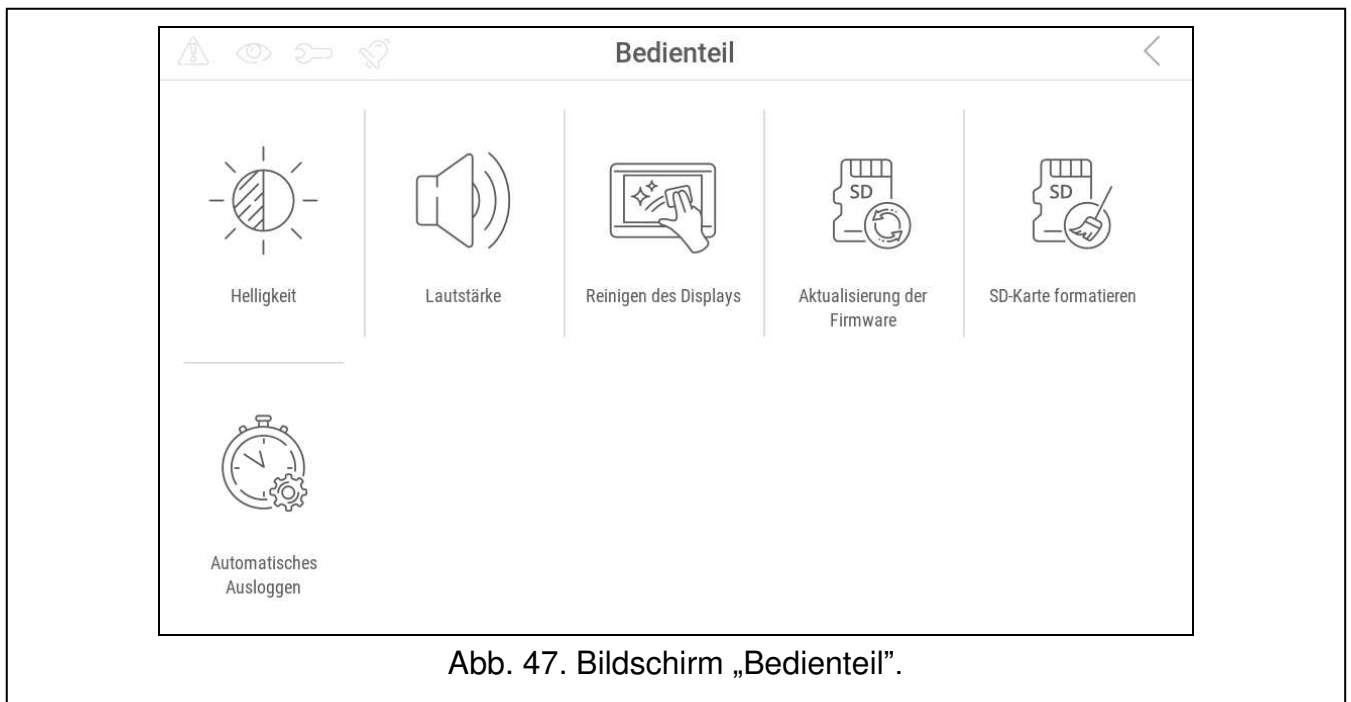

Abb. 47. Bildschirm „Bedienteil“.
6. Tippen Sie auf die Funktion „Bedienteil“. Es wird der Bildschirm „Bedienteil“ angezeigt (Abb. 47).
3. Tippen Sie auf die Funktion „Bedienteil“. Es wird der Bildschirm „Bedienteil“ angezeigt (Abb. 47).